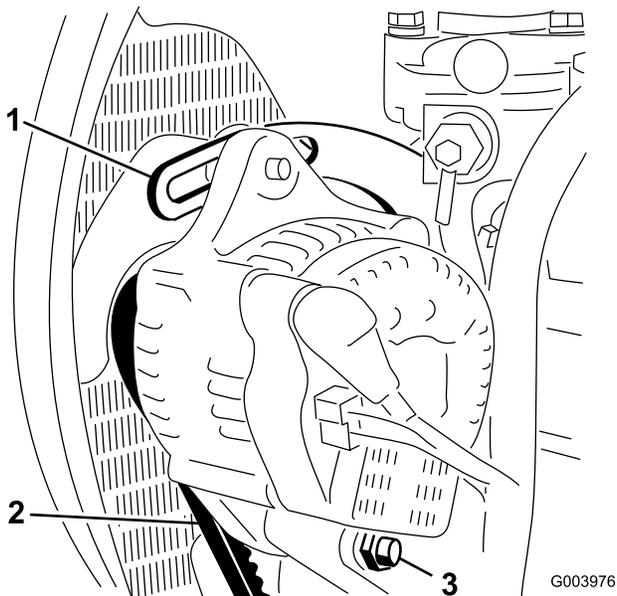

Bild 76
2. Prüfen Sie die Spannung des Treibriemens, indem Sie eine Kraft von 10 kg auf halber Entfernung zwischen der Lichtmaschine und der Kurbelwellenscheibe ansetzen (Bild 76).
3. Lockern Sie die Schrauben, mit denen der Bügel am Motor befestigt ist sowie die Schraube, mit der die Lichtmaschine am Bügel befestigt ist (Bild 76).